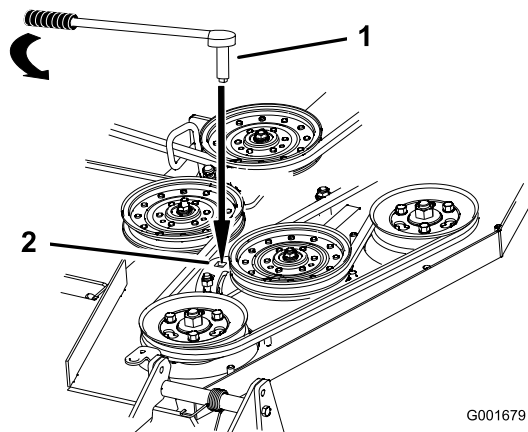

Figura 52
7. Introduzca una llave de carraca con extensión corta en el taladro cuadrado del brazo de la polea tensora fija (Figura 52).